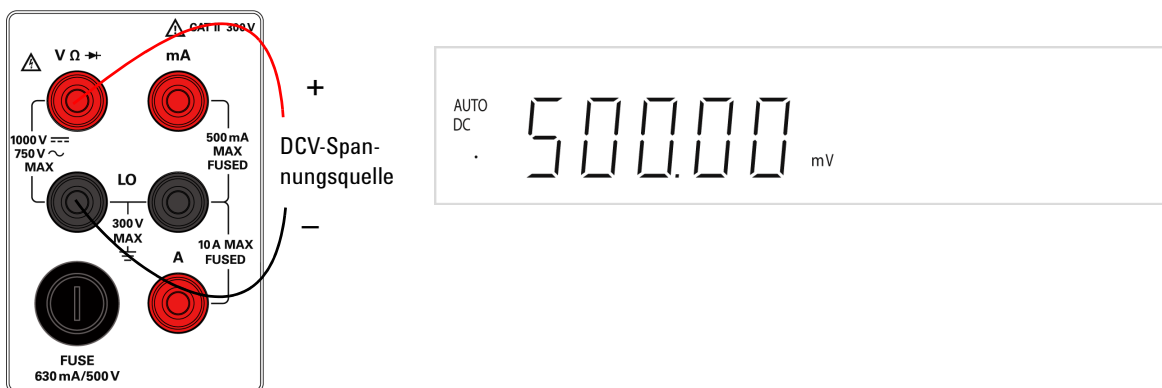

Abbildung 1-11 DCV-Anschlussverbindung und Anzeige
- 2 Verbinden Sie das rote und schwarze Testkabel mit den entsprechenden Eingangsanschlüssen, wie in Abbildung 1-11 dargestellt.